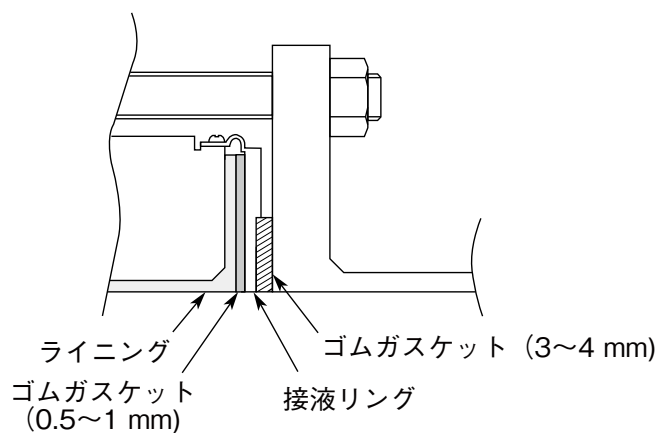

図2-18. 接液リングがSUS材質以外の場合(ゴムガスケット使用)
- 保護金具 : 規定のトルクで締め付けて設置すると、塩ビ配管の変形または破損のおそれがある場合に必要です。厚さは 1 mm 以上のステンレス材など、かたい金属材料を使用してください。金具の形状は、 図 2-18 をご覧ください。
次に、PTFE ガスケットを取り外し、代わりに厚さ3～4 mmのゴムガスケットを装着します。この状態で、図2-18のように配管に取り付けてください。締め付けトルクは、ゴムガスケットの液シールに必要な締め付けトルクとなります。この場合、2種類のゴムガスケットは同一材質の物を使用してください。ゴムガスケット寸法は、2-9ページの表2-3、表2-4に従ってください。